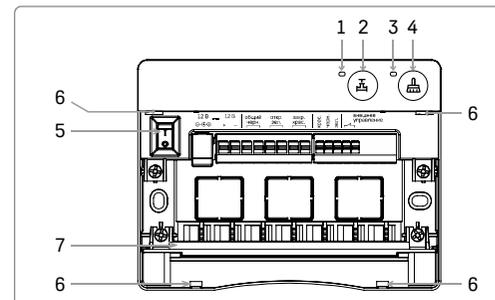
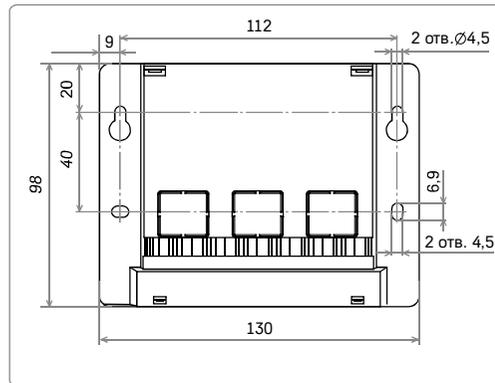

Рисунок 1. Органы управления и индикация
Рисунок 5. Отверстия для крепления модуля управления
- Разметьте и закрепите 2 верхние точки. При креплении на 4 точки, после монтажа на верхние снимите лицевую крышку модуля (крышка крепится на защелки, см. рис. 1 п. 6) и закрутите нижнюю пару (рис. 5). Крепление на 4 точки обеспечивает большую фиксацию, но требует больше места при самой установке (может быть актуально для скрытого монтажа, за люками и в нишах). Используйте крепеж подходящий вашему типу поверхности.
Включение / выключение модуля управления производится нажатием переключателя питания под лицевой крышкой (рис. 1). О включении модуля управления информирует короткий звуковой сигнал.